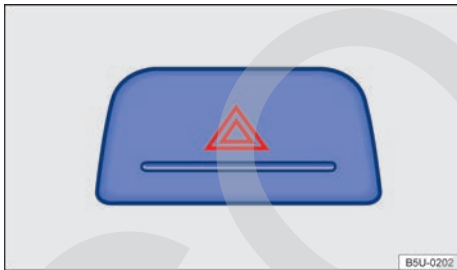

Fig. 143 En la parte superior de la consola central: interruptor de las luces de advertencia.
2. Encender las luces de advertencia con el interruptor ⏏ ⇒ fig. 143.
Las luces de advertencia también pueden desconectarse al presionar el interruptor  en el panel de instrumentos => fig. 143. <